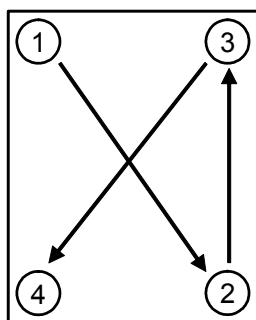

图 5-10：螺栓紧固顺序的示例
- 4) 应确认密封件已正确粘贴后再安装盖板。紧固螺栓时，不是一次性拧紧至紧固力矩，而应分步提高力矩。紧固螺栓时，应如“图 5-10：螺栓紧固顺序的示例”所示尽量按对角线方式紧固。各盖板的安装螺丝紧固转矩如“表 5-4 盖板与安装螺栓一览（RH-3FRH/6FRH/12FRH/20FRH 系列）”或“表 5-5 盖板与安装螺丝一览（RH-3FRHR 系列）”所示。